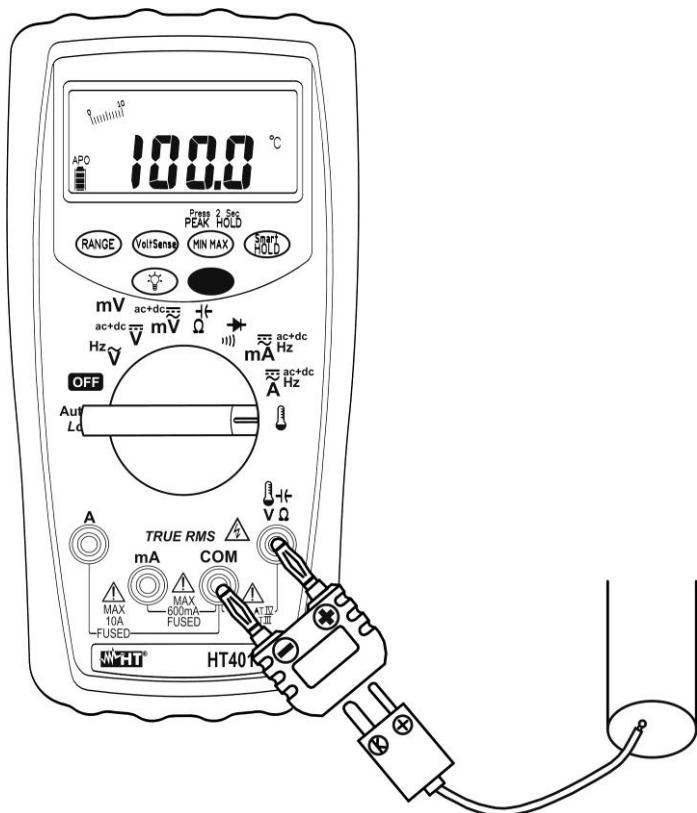

Fig. 10: Uso do instrumento para medição de Temperatura com sonda tipo K
3. Inserir o adaptador fornecido nos terminais de entrada e e **COM** respeitando as cores vermelho e preto presentes no mesmo (ver Fig. 10)
4. Ligar a sonda tipo K fornecida ou uma das sondas opcionais (ver Fig. 10) ao instrumento através do adaptador respeitando as polaridades positiva e negativa presentes na ficha da sonda. O valor da temperatura é mostrado no display